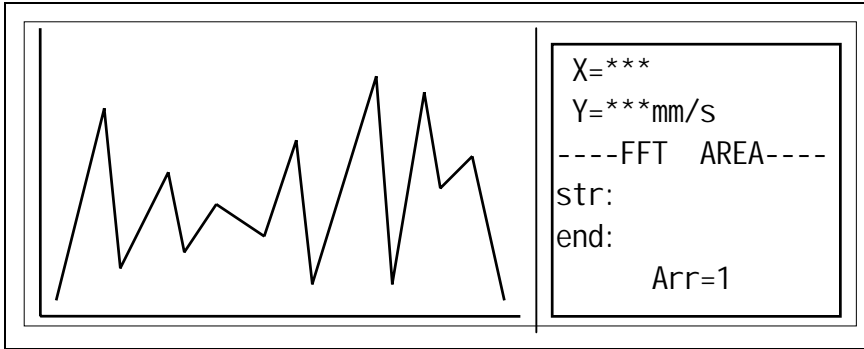

图 4-46
- (1) 在信号分析菜单下，按|←|或|→|键将光标移动到<FFT 分析>，按|回车|键，屏幕显示如图 4-46；